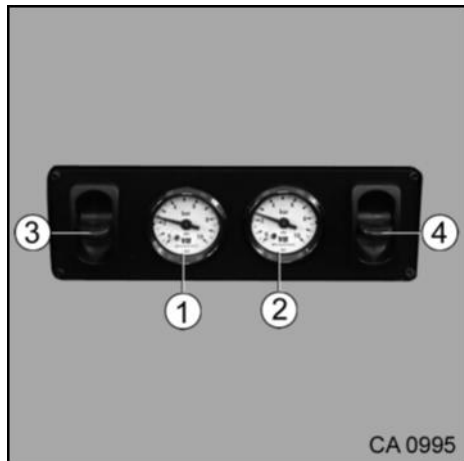

Fig. 42 Manomètre pour mesurer la pression de l'air comprimé de la suspension pneumatique additionnelle
1. Pousser le levier (Fig. 42/3) vers le haut ou vers le bas. La pression réglée peut être consultée sur le manomètre (Fig. 42/1).
1. Pousser le levier (Fig. 42/4) vers le haut ou vers le bas. La pression réglée peut être consultée sur le manomètre (Fig. 42/2).